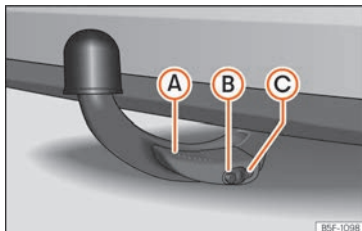

Fig. 174 Le crochet d'attelage est correctement fixé
- Le levier (A) est vers le haut »» fig. 174.
- La partie rouge et verte de la broche de déverrouillage (B) est complètement visible »» fig. 174.
- Le cache (C) se trouve sur la serrure »» fig. 174.
- Lors de la fixation du crochet d'attelage, pour éviter de vous pincer les doigts, il est recommandé de garder les mains loin du levier (A) »» fig. 174.